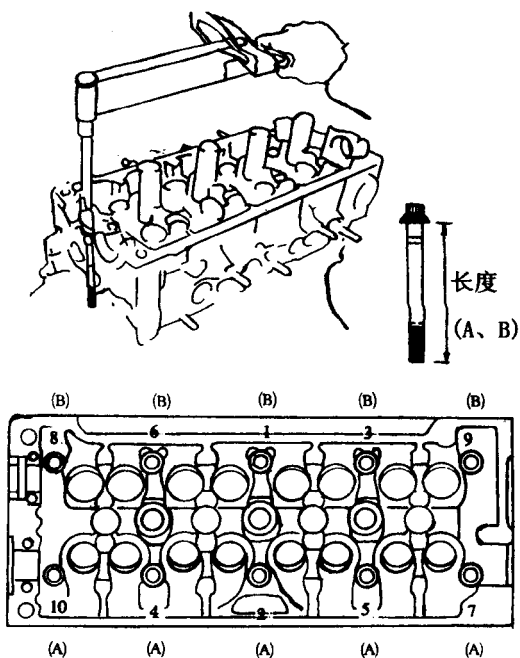

图 2-11 气缸盖螺栓拧紧顺序
②在气缸盖螺栓头部下面和螺纹处涂上薄薄一层发动机油。用专用维修工具,按图 2-11 所示顺序安装并分几次均匀地拧紧 10 个气缸盖螺栓,其拧紧力矩为 $29\text{N}\cdot\text{m}$ 。如有螺栓不符合力矩规格,则应予以更换。